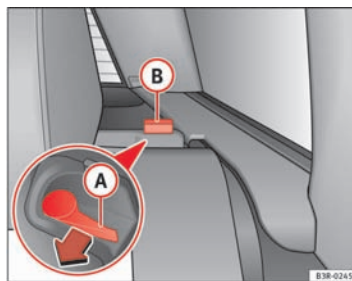

Fig. 127 Levier de déverrouillage du dossier
- Poussez le levier de déverrouillage (A) ⇒ fig. 127 dans le sens de la flèche.